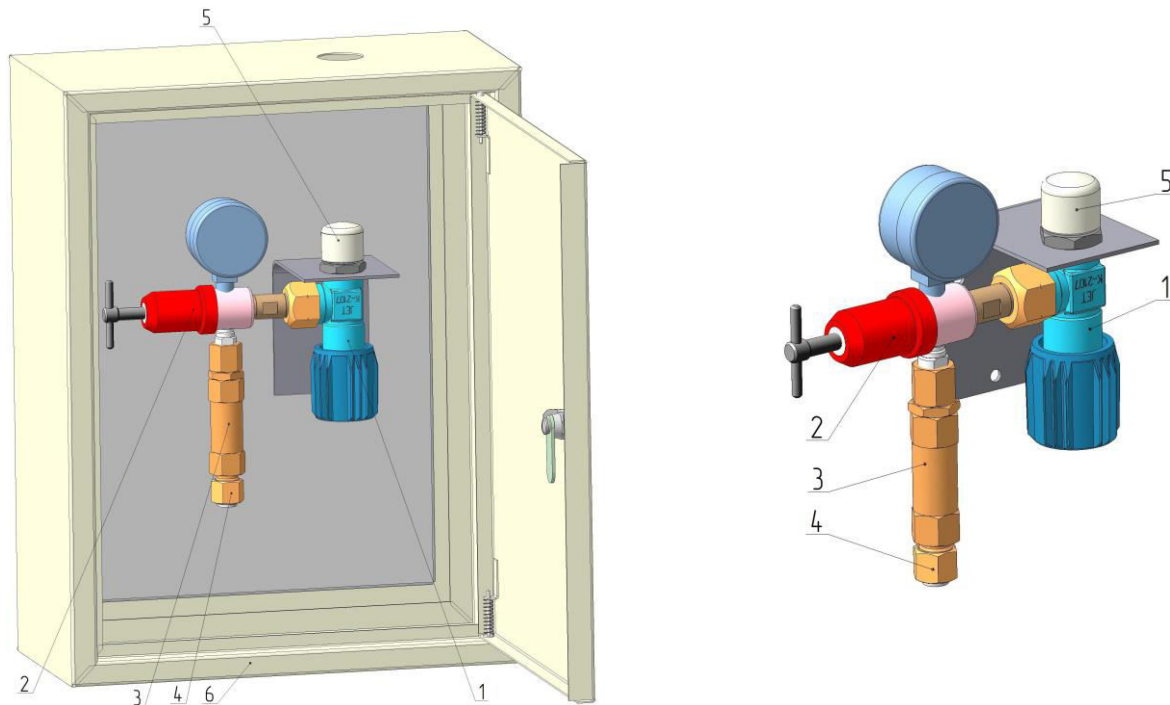

Рис. 1. Пост газоразборный ПГП-5-з , ПГП-5
4.1 Внешний вид поста показан на рис. 1